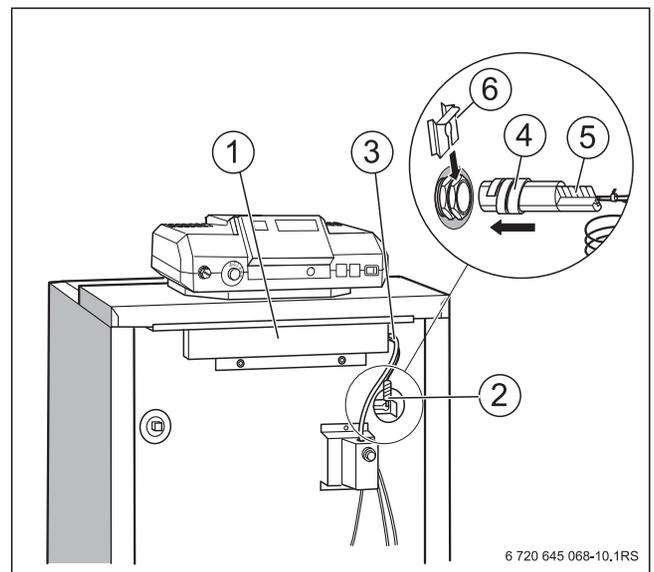

Рис. 21 Установка комплекта датчика температуры
- ▶ Снимите крышку с кабельной ниши (→ рис. 21, [1]).